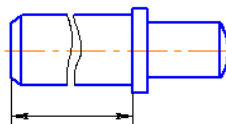

Рис.1.14
16. При изображении изделия с разрывом размерную линию не прерывают (рис. 1.14)